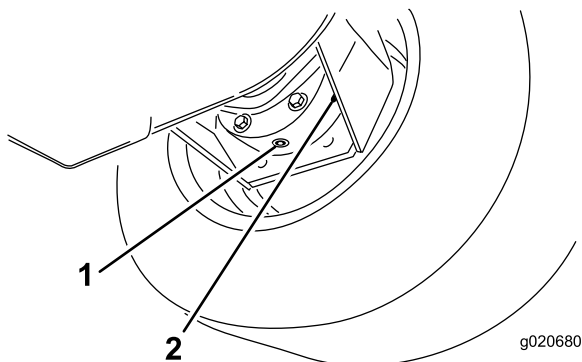

Figure 63
3. Placez un bac de vidange sous le carter de frein et enlevez le bouchon pour permettre à l'huile de s'écouler (Figure 63).